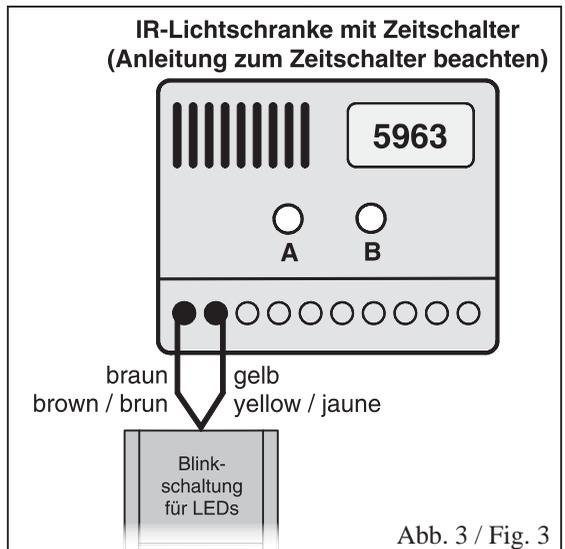

Abb. 3 / Fig. 3
registriert. Der Sender und der Empfänger sind in kleinen Gehäusen enthalten, die links und rechts vom Gleis aufgestellt werden. Mit etwas Islandmoos oder z. B. durch den Einbau in ein Bahnwärterhäuschen können sie »getarnt« werden. Bei Unterbrechung des Infrarot-Lichtstrahles durch einen Zug wird diese Unterbrechung vom Empfänger registriert, d.h., der angeschlossene Zeitschalter erhält einen Einschaltimpuls, der die Blinklichtanlage in Betrieb setzt. Nach Ablauf der einstellbaren Zeit (2-24 Sekunden) erfolgt automatische Abschaltung. Bleibt ein Zug innerhalb der Lichtschranke stehen, bleibt die Anlage eingeschaltet, bis der Zug den Bereich der Lichtschranke verlassen hat. Den einfachen Anschluss der Warnblinkanlage an den Zeitschalter 5963 zeigt die Abbildung 3 (im Komplett-Set Nr. 5961 sind sowohl Lichtschranken (5962) als auch Zeitschalter (5963) enthalten).
If the circuit is directly connected to a power unit the lights will flash continuously. For manual operation, however, the brown lead should be connected to the power unit. Into the yellow lead an on-off switch should be inserted before this lead is connected to the power unit. Obviously one can operate the warning lights automatically, i.e. by the trains themselves in which case suitable contacts or contact rails together with a relay should be fitted to the tracks. By using the Busch IR-unit and timer (no. 5961) you can even have the blinkers begin automatically as a train nears the crossing (fig. 3).
Quand le commutateur est raccordé directement au transfo, on obtient un fonctionnement continu des clignotants. Pour une commande manuelle à distance, le câble brun est conduit directement au transfo cependant que pour le câble jaune, on intercale un interrupteur. Il est évident que l'installation peut également être influencé (allumage-extinction) par le train. Dans ce cas, il y a lieu de monter dans le circuit des rails-contacts ainsi qu'un interrupteur à distance (relais). Les catalogues des fabricants de trains miniatures donnent des renseignements sur les diverses possibilités. Les feux clignotants peuvent être commandés par le passage d'un train amoyen de rails de contact, ILS et à l'aide du timer (ref. 5961, fig. 3).